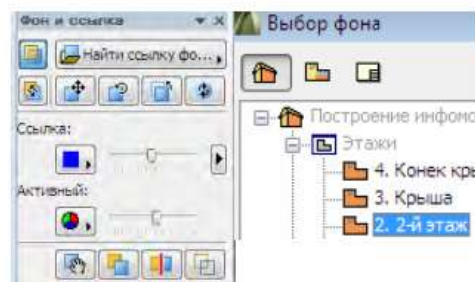

Рисунок 7.2
5. Нажмите кнопку **Найти ссылку фона** и в появившемся диалоговом окне выберите 2.2-й этаж (рисунок 7.2).